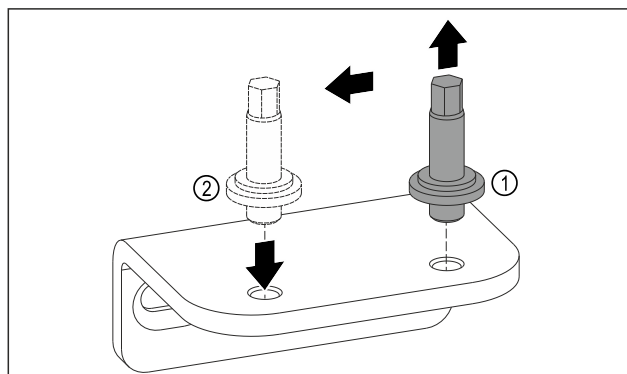

Fig. 20
- ▶ Выкрутите болт на нижнем опорном кронштейне при помощи ключа с наружным шестигранником SW5. Fig. 20 (1)
- ▶ Установите болт на противоположной стороне. Fig. 20 (2)